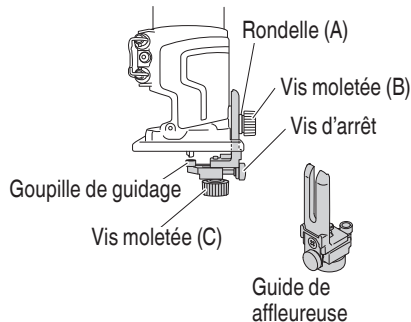

Fig. 18
- (1) Mettre en place le guide de affleureuse sur l'ensemble de la base avec la vis moletée (B).
- (2) Desserrer la vis moletée (B) pour déplacer le guide de affleureuse de haut en bas.
- (3) Desserrer la vis moletée (C) et tourner la vis d'arrêt pour déplacer la goupille de guidage. (Fig. 18)